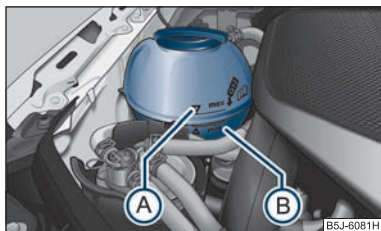

Fig. 142 Compartimentul motor: Vasul de expansiune al lichidului de răcire
- Verificați nivelul lichidului de răcire din vasul de expansiune ⇒ fig. 142. Când motorul este rece, nivelul lichidului de răcire trebuie să se afle între marcajele „MIN” (B) și „MAX” (A). Când motorul este cald, nivelul lichidului de răcire poate fi și puțin peste marcajul „MAX”.
- Puneți o lavetă pe capacul vasului de expansiune ⇒ fig. 142 și desfaceți capacul **cu grijă** spre stânga ⇒ ⚠.